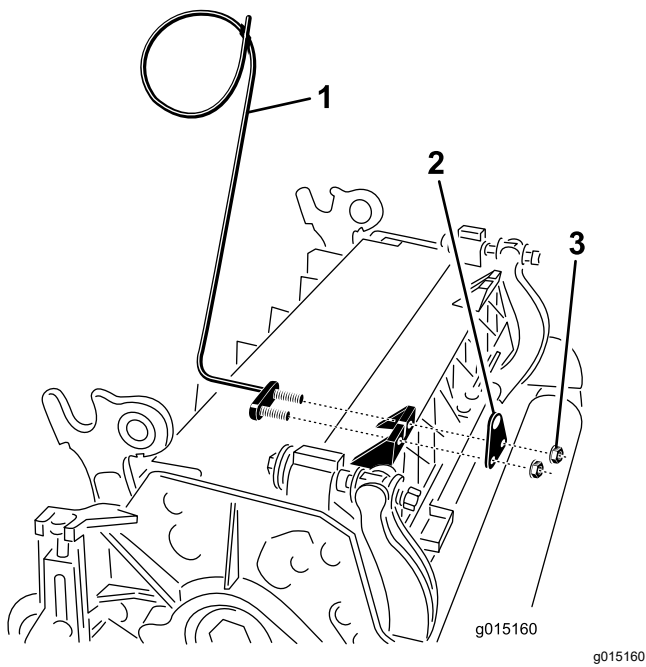

図 13
- E. カッティングユニットのタブにロッドブラケットを取り付け、キャリッジボルト2本とナットで固定する(図11)。ロッドブラケットの再取り付けを行うときに、カッティングユニットのタブの前に、左ホースガイドを取り付ける(図13)。